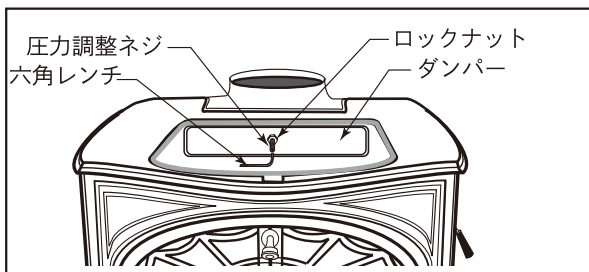

図24 六角レンチでダンパーを調整
1. グリドルを取り外す。ダンパー中央にあるロックナットを緩める(図24)